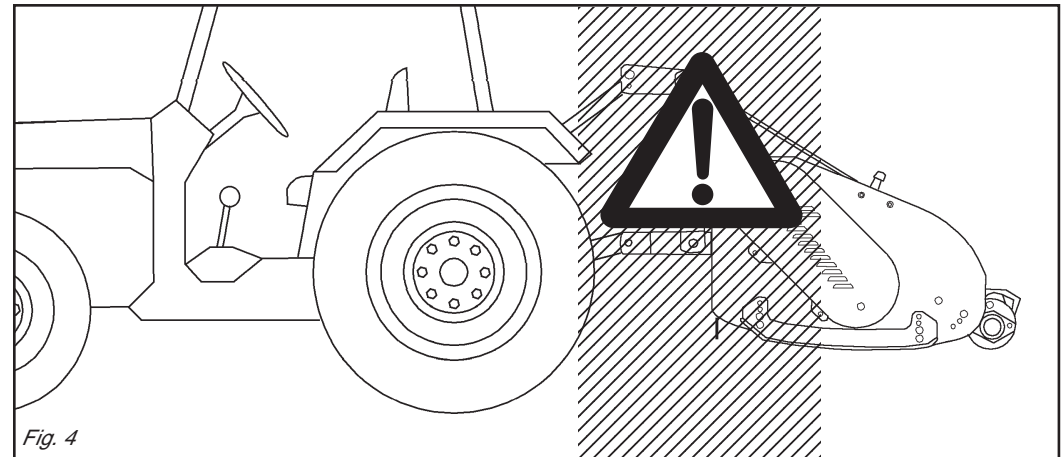

Fig. 4
- 28) È assolutamente vietato interporci tra il trattore e la macchina (Fig. 4) con motore acceso e cardano inserito nonché senza aver azionato il freno di stazionamento ed aver inserito, sotto le ruote, un ceppo o un sasso di bloccaggio. Mantenersi ad una distanza di sicurezza dalla macchina in lavoro, per possibili lanci di corpi contundenti.
- 32) È assolutamente vietato interporci fra il trattore e l'attacco della macchina per manovrare il comando dall'esterno per il sollevamento (Fig. 4).
- 28) *It is absolutely forbidden to stand between the tractor and the implement (Fig. 4) when the engine is running and the cardan shaft is engaged without having first engaged the hand brake and placed a block or stone under the wheels to prevent them from moving. Keep a safe distance from the shredder at work to avoid being hit by possible flying stones, etc.*
- 32) *It is absolutely forbidden to stand between the tractor and the implement when manoeuvring the lift control from the outside (Fig. 4).*
- 28) Es ist absolut verboten, bei laufendem Motor und eingeschalteter Gelenkwelle zwischen den Schlepper und das Gerät zu treten (Abb. 4). Dazu muß die Feststellbremse gezogen werden und unter die Räder ein Bremskeil oder ein großer Stein gelegt worden sein. Achten Sie bei der Arbeit mit der Häckselmaschine auf den nötigen Sicherheitsabstand aufgrund der Auswurfgefahr stumpler Gegenstände.
- 32) Es ist absolut verboten, zwischen den Schlepper und den Anschluß zu treten, um die Aushebung von außen zu betätigen (Abb. 4).